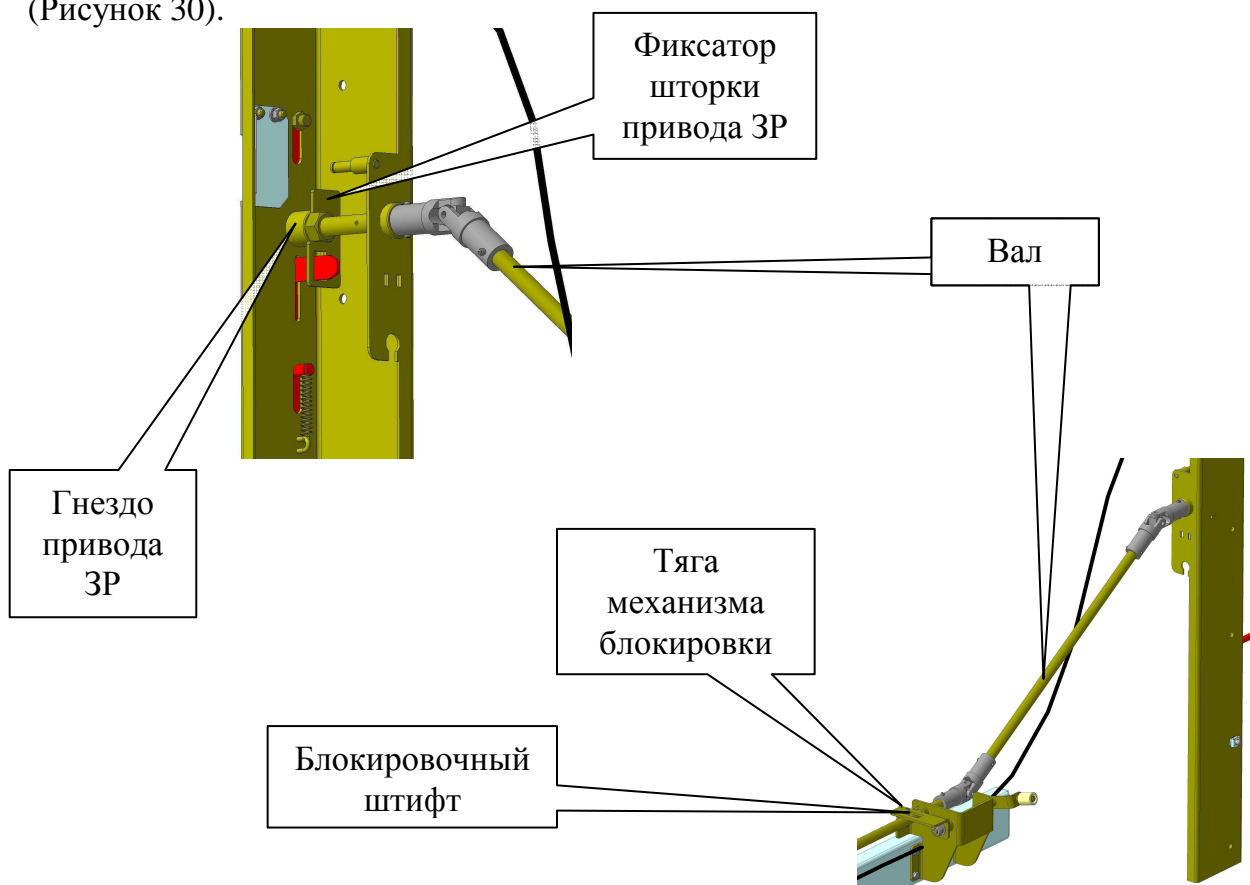

Рисунок 30 – Блокировка привода ЗР
- При нахождении каретки выдвижного элемента не в контрольном положении невозможно включить заземляющий разъединитель, вал привода заблокирован штифтом и тягой механизма блокировки. В контрольном положении ВЭ привод ЗР разблокируется, появляется возможность начать вращение вала (Рисунок 30).